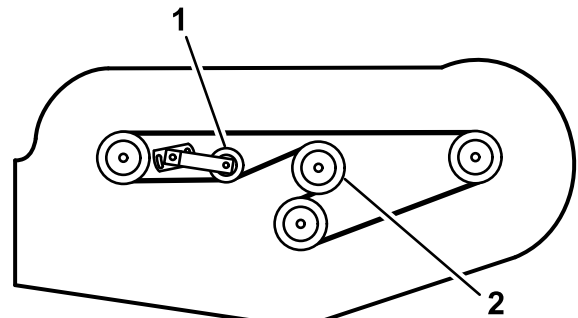

Bild 29
5. Verlegen Sie den neuen Riemen um die Riemenscheibe des Getriebes, die Spindelriemenscheiben, die starre Riemenscheibe und die verstellbare Riemenscheibe (Bild 29).